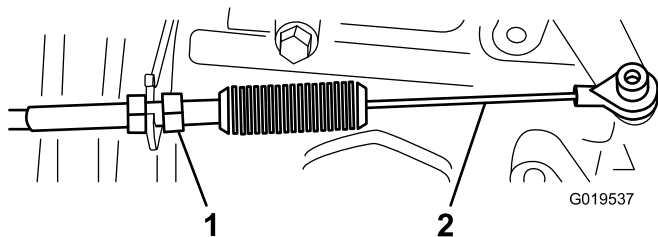
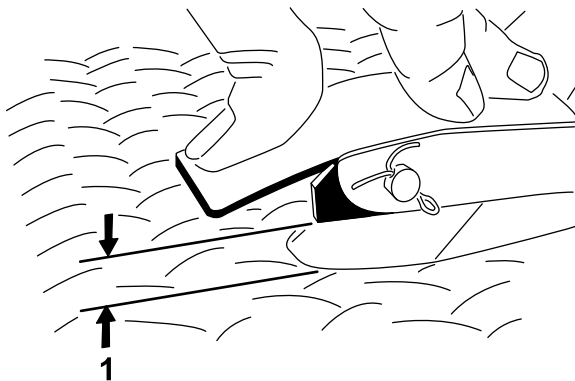

Figura 67
Figura 68
2. Ajuste la articulación esférica del cable del acelerador (Figura 67) hasta que haya 2,54 a 6,35 mm de holgura entre el brazo del pedal del acelerador y el borde superior del dibujo a rombos de la chapa de suelo (Figura 68) al aplicar una fuerza de 11,3 kg al centro del pedal.
3. Apriete la contratuerca (Figura 67).